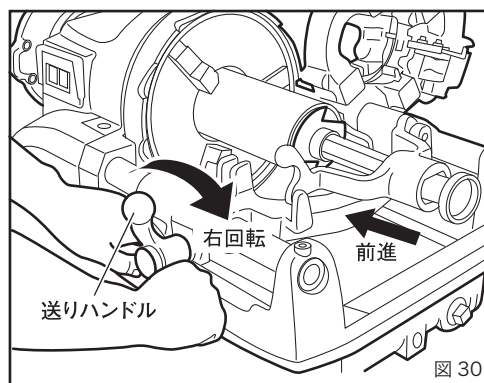

図 30
④スイッチを入れてパイプを回転させてから、送りハンドルでリーマをパイプに押しつけ、パイプが 1 回転以上したらリーマをパイプからはなしてください。これで面取りは完了です。(図 30)